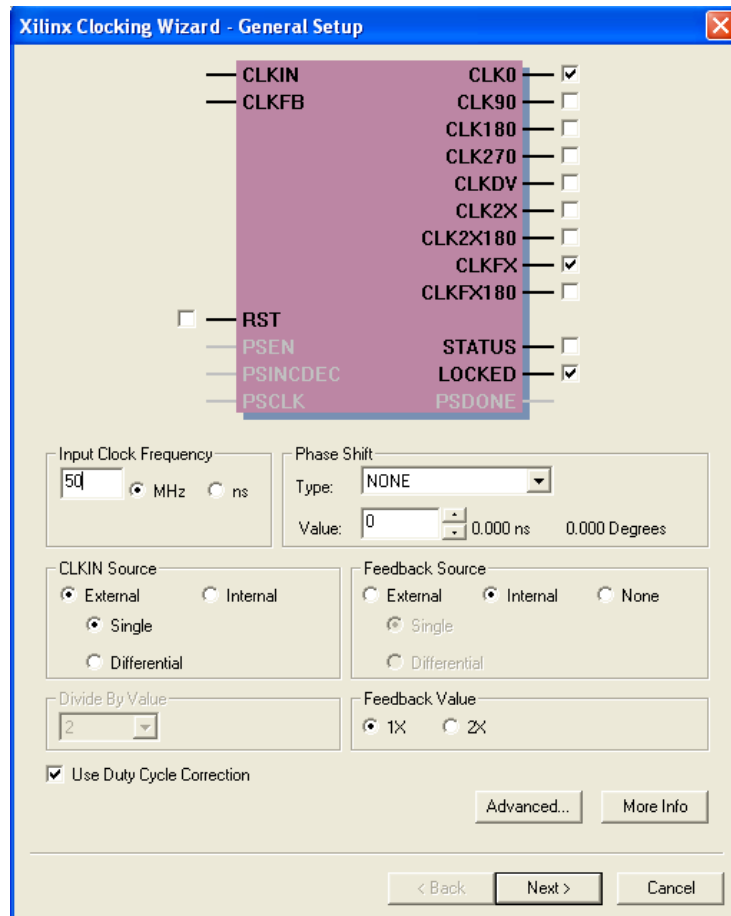

Рис. 3. Xilinx Clocking Wizard – General Setup Window
- 6 В мастере настроек временных параметров «Clocking Wizard», в окне «General Setup», установите следующие опции (Рис. 3):